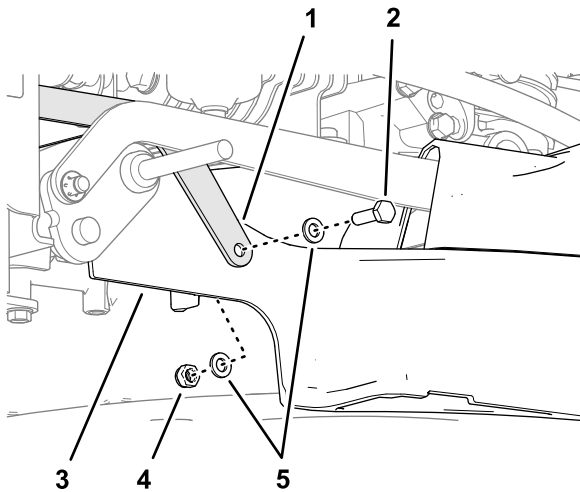

Figure 15
1. Alignez le trou de la tige de renfort et le trou du plateau (Figure 15).
2. Fixez la tige de renfort au plateau de coupe (Figure 15) à l'aide d'une vis (6 x 20 mm), de 2 rondelles (6 mm) et d'un contre-écrou (6 mm).